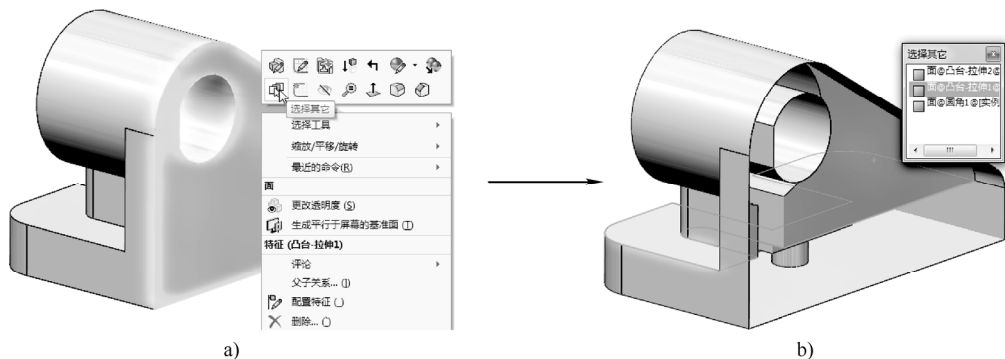

图 1-44 “选择其他”命令操作
5) 选择其他：在绘图工作区中右键单击模型，在弹出的快捷菜单中单击“选择其他”按钮，可将当前选择的对象（如面）隐藏，从而选择被其隐藏的对象，如图 1-44 所示。